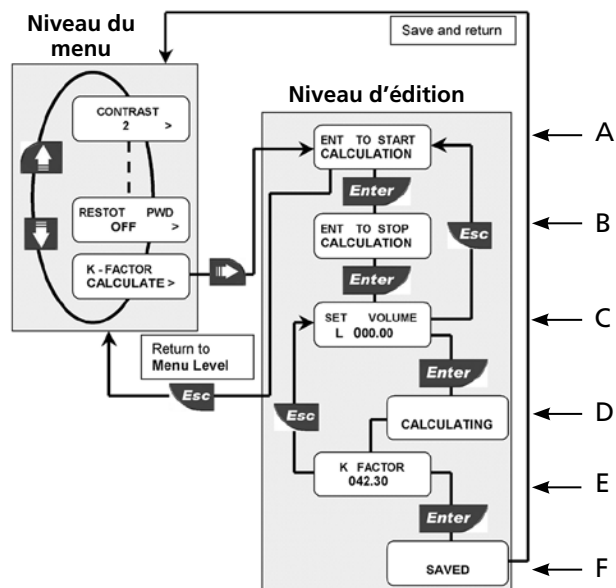

Figure 18 – Calcul du facteur K
1. Appuyer sur ENTER pour démarrer le calcul. Démarrer une pompe ou ouvrir une vanne. Le débitmètre commence à compter les impulsions venant du capteur (voir Figure 18, A).
Le débitmètre s'arrête de compter les impulsions venant du capteur (voir Figure 18, B).
3. Saisir le volume (en litres) du liquide remplissant le réservoir (voir Figure 18, C).
4. Le débitmètre calcule alors le nouveau facteur K (K-Factor) (voir Figure 18, D).
5. Calcul du facteur K (K-Factor) correct. Appuyer sur ENTER pour accepter le nouveau facteur K (K-Factor) ou ESC pour quitter sans sauvegarder (voir Figure 18, E).